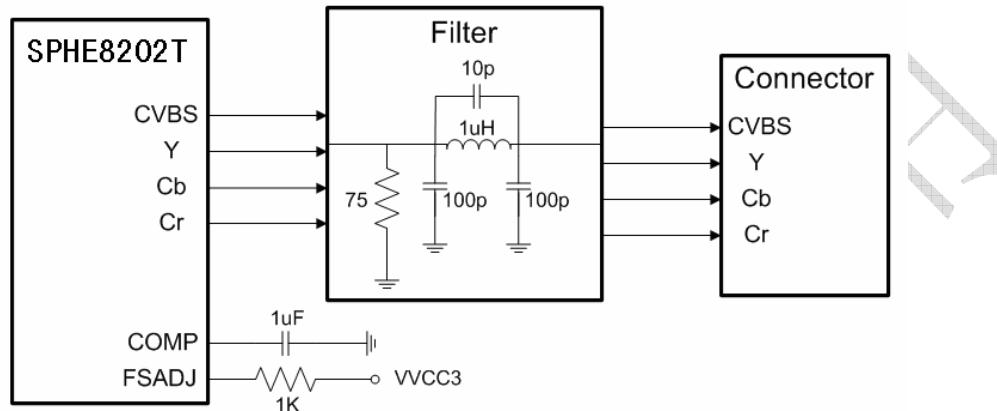

Figure 2-1 SD DAC - buffer + filter + protector
(1) SPHE8202T 在 Video 预设为全电流模式，因此建议 filter 相关参数如图 2-1，另外 COMP 输出接的参考电容为  $1\mu F$ ， $R_{set}$  为  $1K\text{ ohm}$ 。